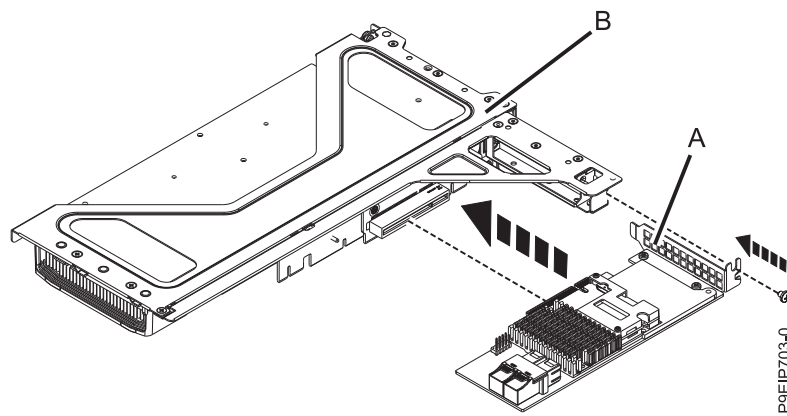
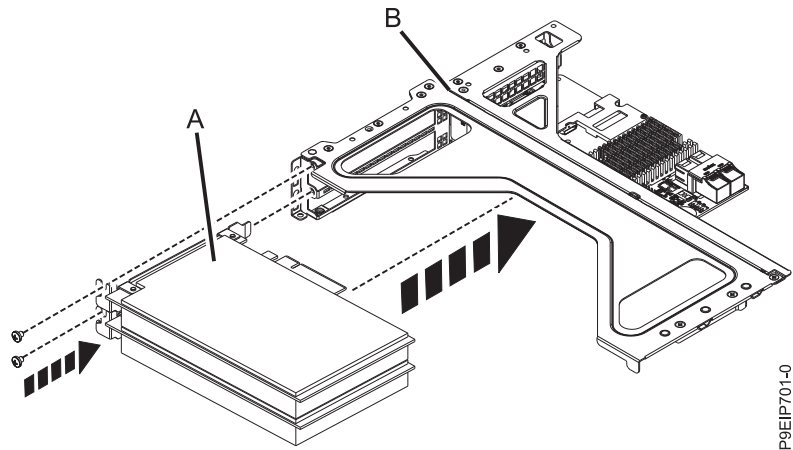

Figure 30. Insertion d'une carte dans la position 4 du connecteur de bus
Figure 31. Insertion d'une carte PCIe dans la position 2 ou 3 du connecteur de bus PCIe
- a. Insérez la carte PCIe (**A**) dans le connecteur de bus PCIe (**B**) comme illustré dans la figure 30 ou la figure 31, à la page 33, en l'alignant correctement et en l'insérant entièrement dans l'emplacement. Fixez la contre-poupée de la carte PCIe avec 1 ou 2 vis si nécessaire.